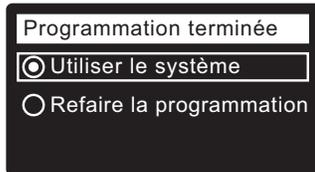

FIG. 31
14. Appuyez sur le sélecteur (O). L'afficheur indiquera « Programmation terminée » (Cf. Figure 31).
15. À ce stade, si vous souhaitez modifier des réglages, appuyez sur le bouton BAS (▼) pour passer à **Refaire la programmation**, puis deux fois sur le sélecteur (O) pour revenir aux assistants.
16. Si vous ne souhaitez faire aucune modification, regardez s'il y a un point dans le cercle **Utiliser le système** (cf. Figure 31), puis appuyez sur le sélecteur (O). Le fonctionnement normal de l'appareil commence, tel qu'expliqué à la page 14.